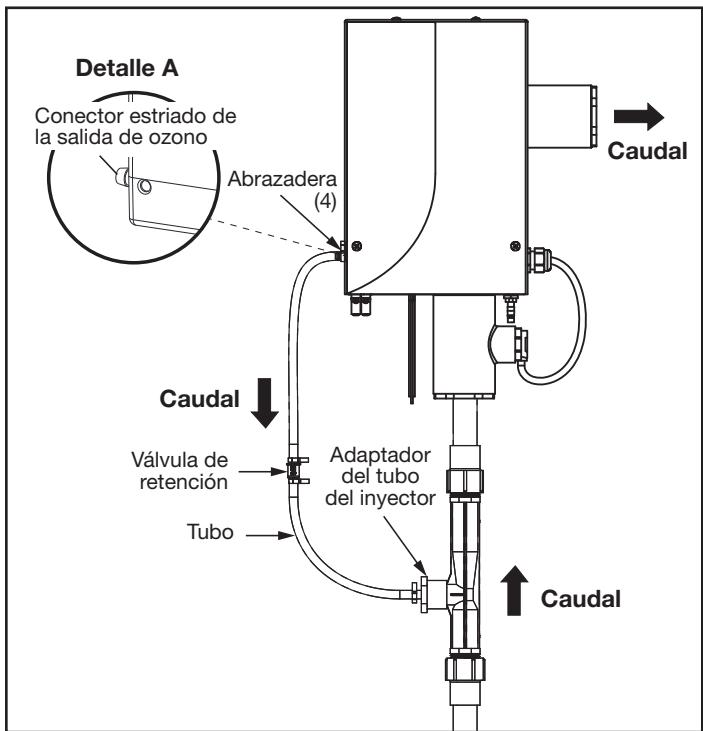

Figura 6. Tubería de gas del sistema AOP Jandy fuera de la tubería
2. Extraiga el adaptador del tubo del inyector (consulte la Figura 6) ubicado debajo de la entrada de agua del sistema AOP Jandy.
2. Afloje las abrazaderas del tubo en ambos extremos de la tubería de gas ozono. Quite el conjunto del tubo del conector estriado de la salida de ozono en el lado izquierdo de la estructura y del conector estriado del adaptador del tubo del inyector. Consulte el detalle A de la Figura 6.